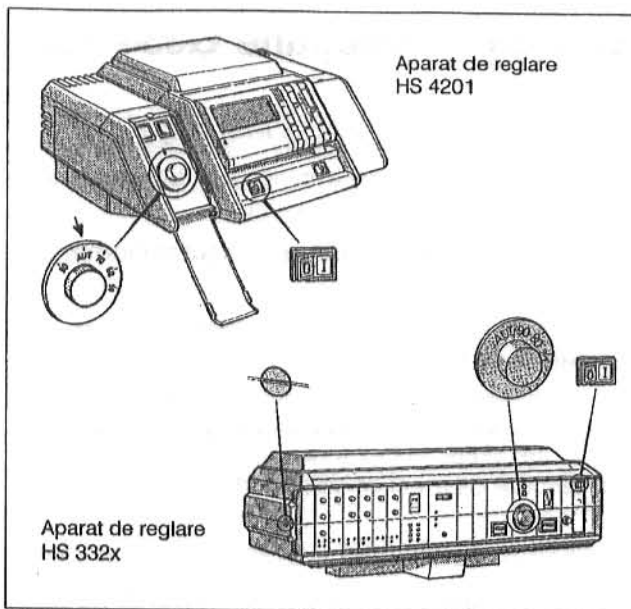
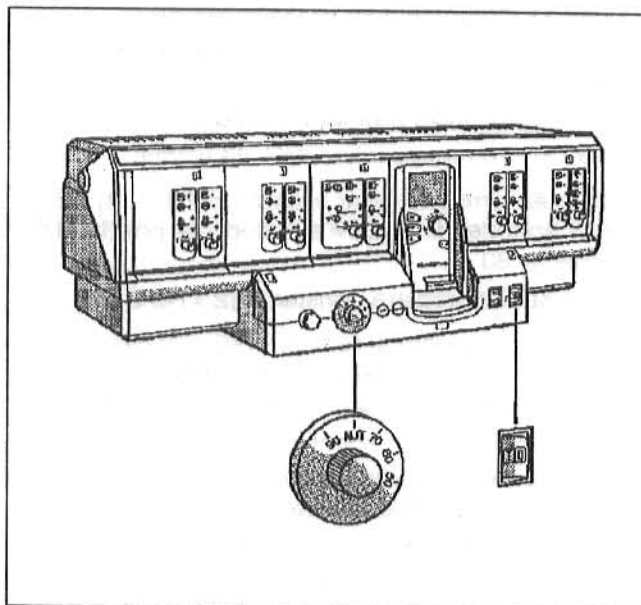

Fig. 1: Aparatele de reglare HS 4201 și HS 332x
Fig. 2: Aparat de reglare HS 431x
- În cazul aparatului de reglare HS 332x: șlițul șurubului capacului transparent al aparatului de reglare (Fig. 1) se va aduce în poziție orizontală, de exemplu cu o monedă. Capacul transparent se va ridica înainte.
- Comutatorul funcționării (Fig. 1 respectiv Fig. 2) se aduce pe poziția I (ON).
- La aparatul de reglare HS 4201: se deschide clapa de acoperire din stânga (Fig. 1).
- Aparatul de reglare al temperaturii apei cazanului (Fig. 1 respectiv Fig. 2) se aduce pe "AUT" respectiv 80°C. La reglarea constantă se fixează pe temperatura dorită (min. 50°C).
- Comutatorul funcționare (Fig. 1 respectiv Fig. 2) se aduce pe poziția 0 (OFF).